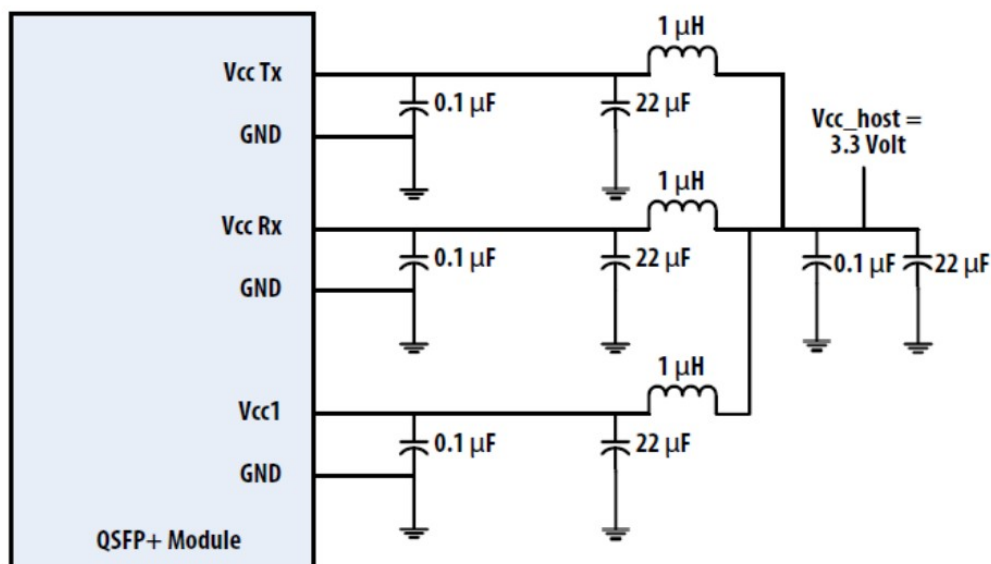

Figura 4. Filtro de Alimentação Recomendado
- 2. VccRx, Vcc1 e VccTx são as alimentações do receptor e do transmissor e devem ser aplicadas simultaneamente. A filtragem recomendada da fonte de alimentação na placa host é mostrada na Figura 4. VccRx, Vcc1 e VccTx podem ser conectados internamente no módulo transceptor QSFP28 em qualquer combinação. Os pinos do conector são classificados para uma corrente máxima de 1000 mA.